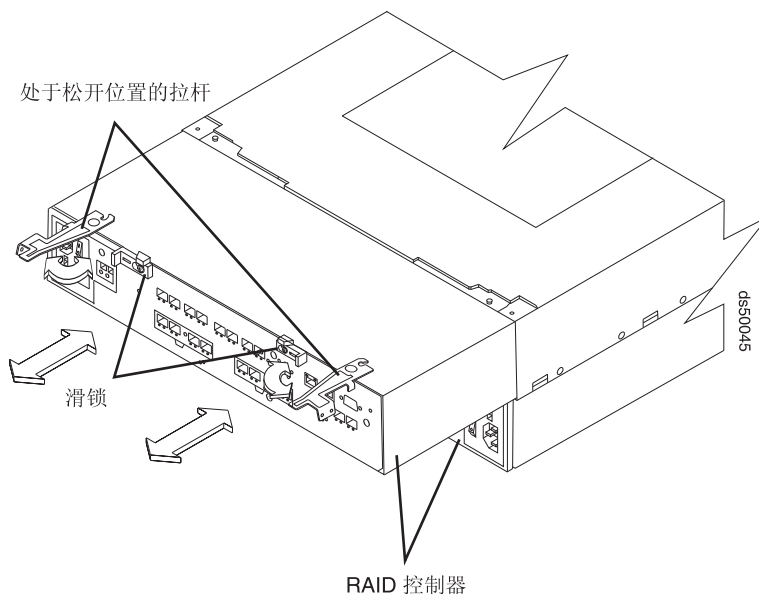

图 123. 从 DS5100 或 DS5300 卸下控制器
12. 松开控制器拉杆并卸下控制器。图 123 显示了从存储子系统机箱滑出的控制器。